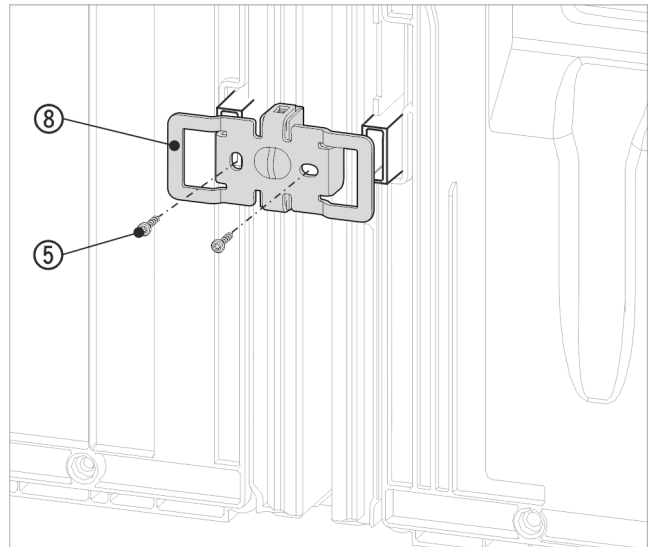

Fig. 18 Représentation à titre d'exemple
- Pousser l'équerre Fig. 18 (8) avec les cavités sur le logement des supports d'espacement muraux.
- Visser fermement avec 2 vis Fig. 18 (5).